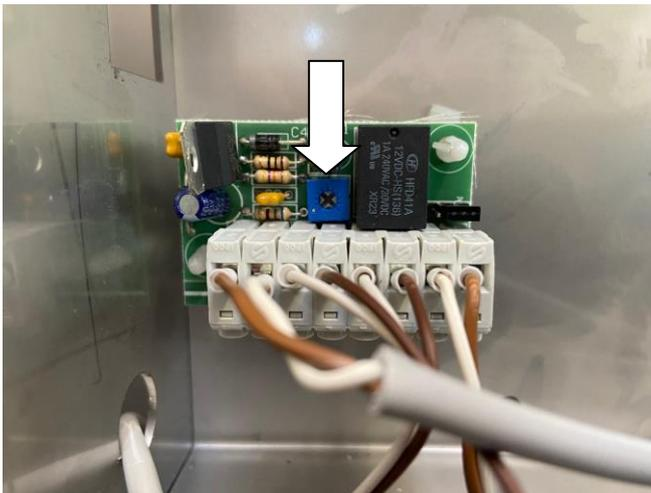

FIG 10
4. SI VOLVIENDO A REMONTARLOS LA LUZ VERDE EMPIEZA A PARPADEAR DE NUEVO, ACTUAR SOBRE EL TRIMMER DE LA FICHA HASTA QUE SE APAGUE (FIG 10).